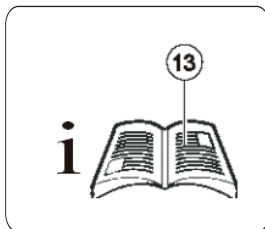

Рис. 1
СБОРКА FEL 33 (Рис. 1 -9).
1. Перед сборкой внимательно прочтите инструкцию (Рис. 1).